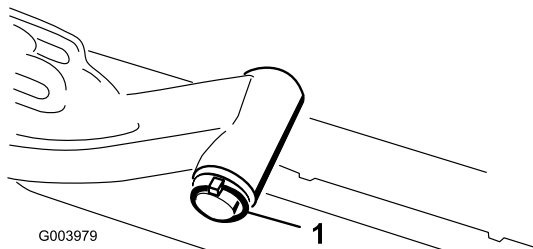

图11
- A. 拆下将提升臂枢轴固定至提升臂的保险销和垫圈，将提升臂枢轴滑出提升臂（图11）。
- C. 将提升臂轴插入提升臂，使用垫圈和保险销将其固定（图11）。